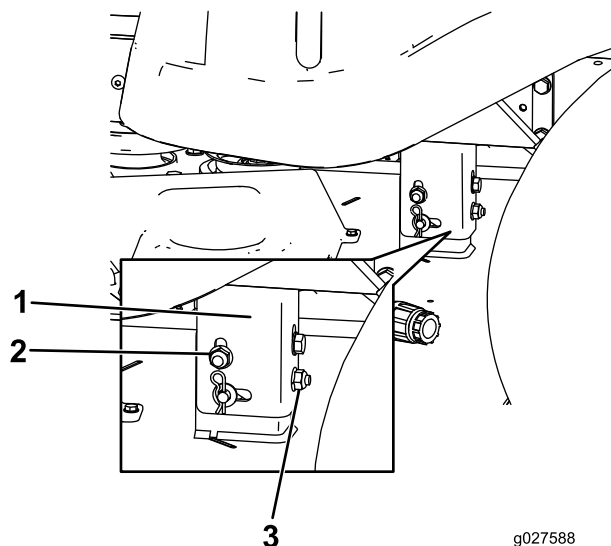

Figura 64
8. Eleve o baje el lado izquierdo de la carcasa de corte girando la tuerca trasera (Figura 64).
Nota: Gire la tuerca trasera en sentido horario para elevar la carcasa de corte; gire la tuerca trasera en sentido antihorario para bajar la carcasa de corte. (Figura 64).